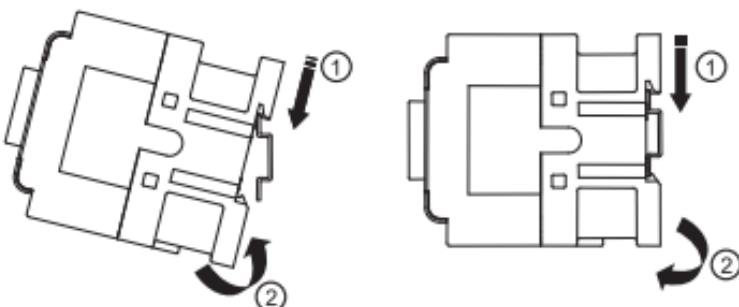
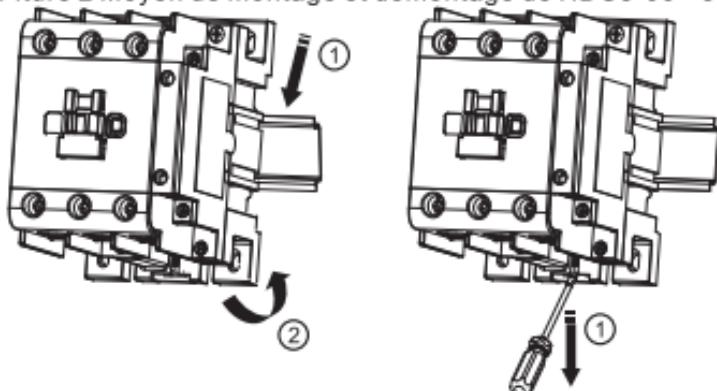

Figure 2 Moyen de montage et démontage de HDC3-06~38
Figure 3 Moyen de montage et démontage de HDC3-40~95
- Il y a deux moyens de monter le contacteur par vis et par rail. HDC3-06 ~ 38 peut être monté par le rail standard de 35mm, alors que HDC3-40 ~ 95 peut être monté par le rail standard de 35mm ou 75mm, avant mise en place il faut vérifier le voltage de consigne de solénoïde et la fréquence correspondant à la source de courant, en cas de contacteur en dommage ou pas bien fixé, toute utilisation est interdite. Le moyen de montage et de démontage, voir la figure 2 et la figure 3.